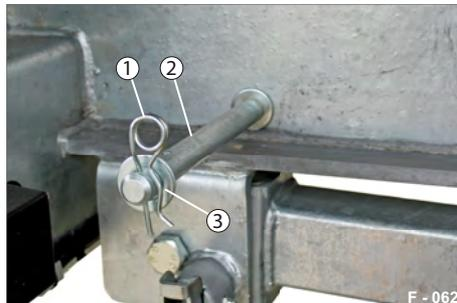

Abb. 87 Unterlegkeil Halterung
- ▶ Stecken Sie die Scheibe (Abb. 87/3) auf den Haltebolzen (Abb. 87/2).
- ▶ Stecken Sie den Federstecker (Abb. 87/1) in die Bohrung des Haltebolzens. Die Sicherungselemente sind gegen Verlust gesichert.